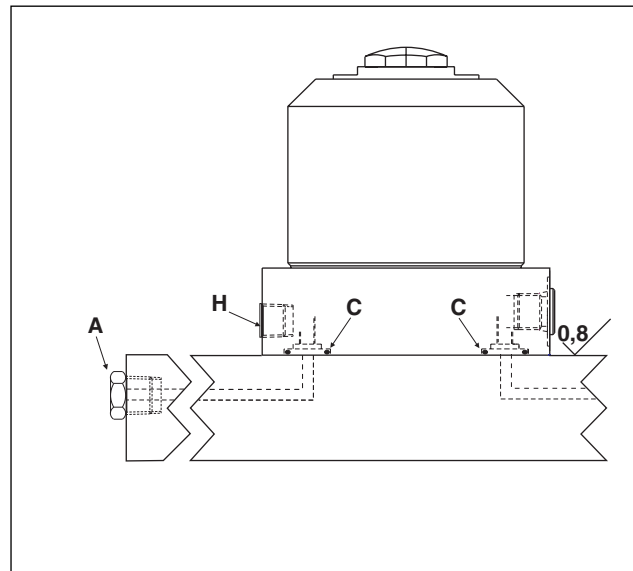

Figura 3 - Disaerazione tramite l'attacco del collettore/collegamento idraulico del collettore
3. I collegamenti idraulici possono essere eseguiti sull'attacco laterale o sull'attacco del collettore. Se i collegamenti idraulici vengono realizzati sull'attacco del collettore, da questo si devono prima rimuovere il tappo filettato e la guarnizione in rame (articolo D). Lubrificare leggermente l'O-ring fornito (elemento C) ed installarlo nella sede di dimensioni maggiorate dell'attacco, prima di montare ed imbullonare il supporto di lavoro (vedi Figura 3). Assicurarsi che l'O-ring non venga pizzicato o danneggiato durante l'installazione, perché ne potrebbero risultare perdite. Per garantire che il collegamento al collettore non perda, usare una struttura fissa avente una superficie con uno scostamento dalla planarità inferiore a 0,08 mm (0.003 pollici) ed una rugosità media (R_a) non superiore a 0,8 μm (32 micropollici).
2. La procedura di sfiato può essere eseguita anche usando l'attacco di sfiato opzionale del collettore (vedi Figura 3).